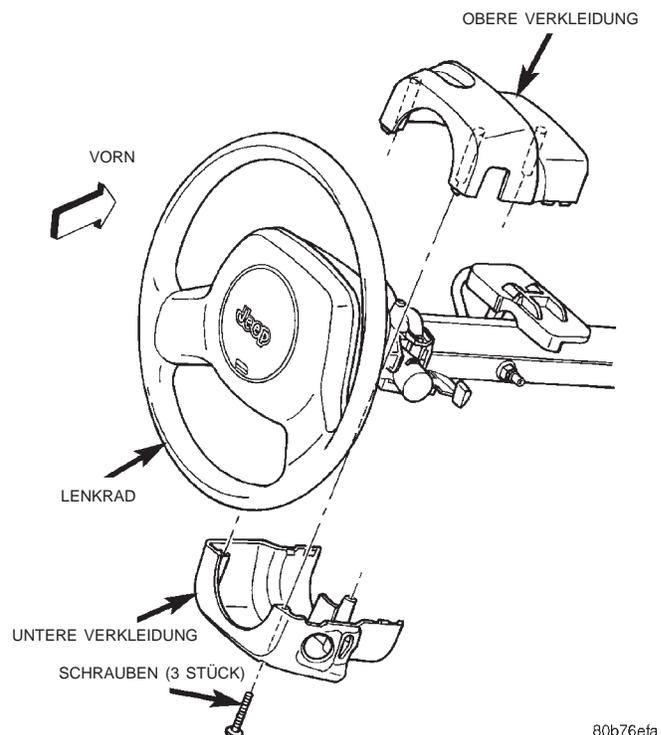

Abb. 5 Lenksäulenverkleidungen aus- und einbauen
(1) Batterie-Minuskabel (-) abklemmen und elektrisch isolieren.
(2) Knieschutzpolster von der Instrumententafel abbauen. Näheres hierzu siehe **„Knieschutzpolster“** im Abschnitt **„Aus- und Einbau“** in Kapitel 8E, **„Instrumententafel und Anzeigeeinstrumente“**.
(3) Die drei Schrauben lösen, mit denen die untere Lenksäulenverkleidung an der oberen Lenksäulenverkleidung befestigt ist (Abb. 5).